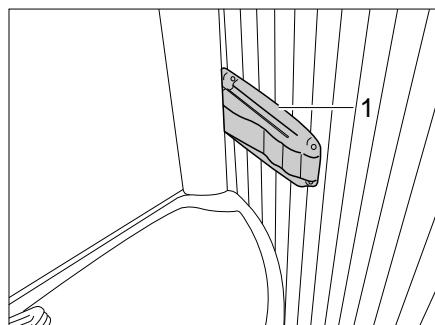

Bild 346 Vario-Toilette, Arretierung der Duschwand
- Arretierung (Bild 346,1) rechts am Waschbeckenrand eindrücken und am Waschbecken leicht ziehen. Das Waschbecken bewegt sich mit der Rückwand nach vorn.